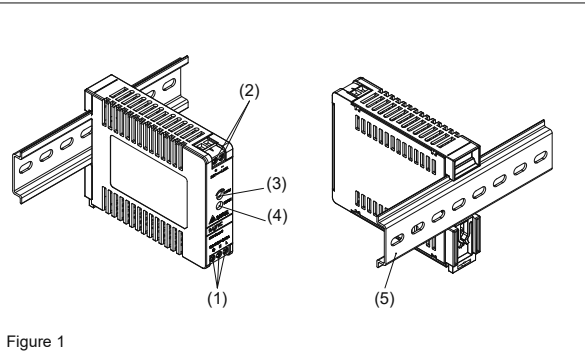
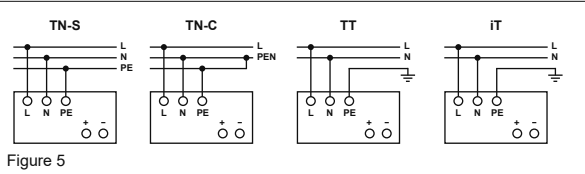

Figure 1
Figure 5
2. Gerätebeschreibung (Abb. 1)
4.1. Anschluss der Eingangsklemmen (Abb. 1, Abb. 5)
Verwenden Sie die Eingangsklemmen L und N (Schutzleiter), um den 100-240 Vac-Anschluss herzustellen. Abb. 5 zeigt den Anschluss an die unterschiedlichen Netztypen.
4.2. Anschluss der Ausgangsklemmen (Abb. 1 (2))
Verwenden Sie die Schraubklemmen „+“ und „-“, um den 24 Vdc-Anschluss herzustellen. Am Ausgang stehen 24 Vdc zur Verfügung. Die Ausgangsspannung kann am Potentiometer zwischen 24 und 28 Vdc eingestellt werden. Die grüne LED „DC OK“ zeigt die korrekte Funktion des Ausgangs an (Abb. 1 (4)). Das Gerät verfügt über einen Kurzschluss-, Überlast- und Überspannungsschutz, der auf 30-34,8 Vdc begrenzt ist.